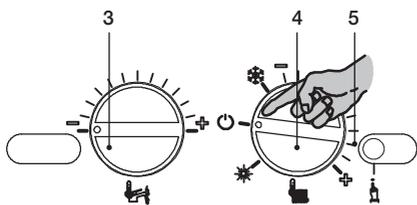
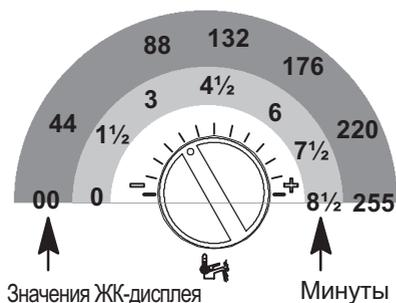

Рисунок 5.42
Рисунок 5.46
Установите регуляторы 3 и 4 так, как показано на рисунке (см. Рисунок 5.42).
- Чтобы настроить частоту повторного включения котла, войдите в режим программирования, нажав и удерживая в течение 15 с кнопку сброса 5 (Рисунок 5.42), пока на ЖК-дисплее не появится параметр P01. На ЖК-дисплее последовательно отобразятся следующие символы (параметр P01 будет загораться поочередно с --- --).
- Нажмите кнопку сброса 5 (Рисунок 5.42) и пролистайте параметры до P10, предназначенного для настройки частоты повторного включения котла. На ЖК-дисплее последовательно отобразятся следующие символы (параметр P10 будет загораться поочередно с 88).
- Чтобы изменить настройку, поверните регулятор температуры воды горячего водоснабжения 3 (Рисунок 5.42) и установите его на выбранное время (см. Рисунок 5.46: регулятор установлен на повторное включение через каждые 3 минуты).
Шаг настройки регулятора 3 (Рисунок 5.46) соответствует отображаемому на ЖК-дисплее значению 44 (90 секунд). Это значение можно установить на максимум 255 (8 с половиной минут). На ЖК-дисплее при этом будут поочередно загораться P10 и 60.